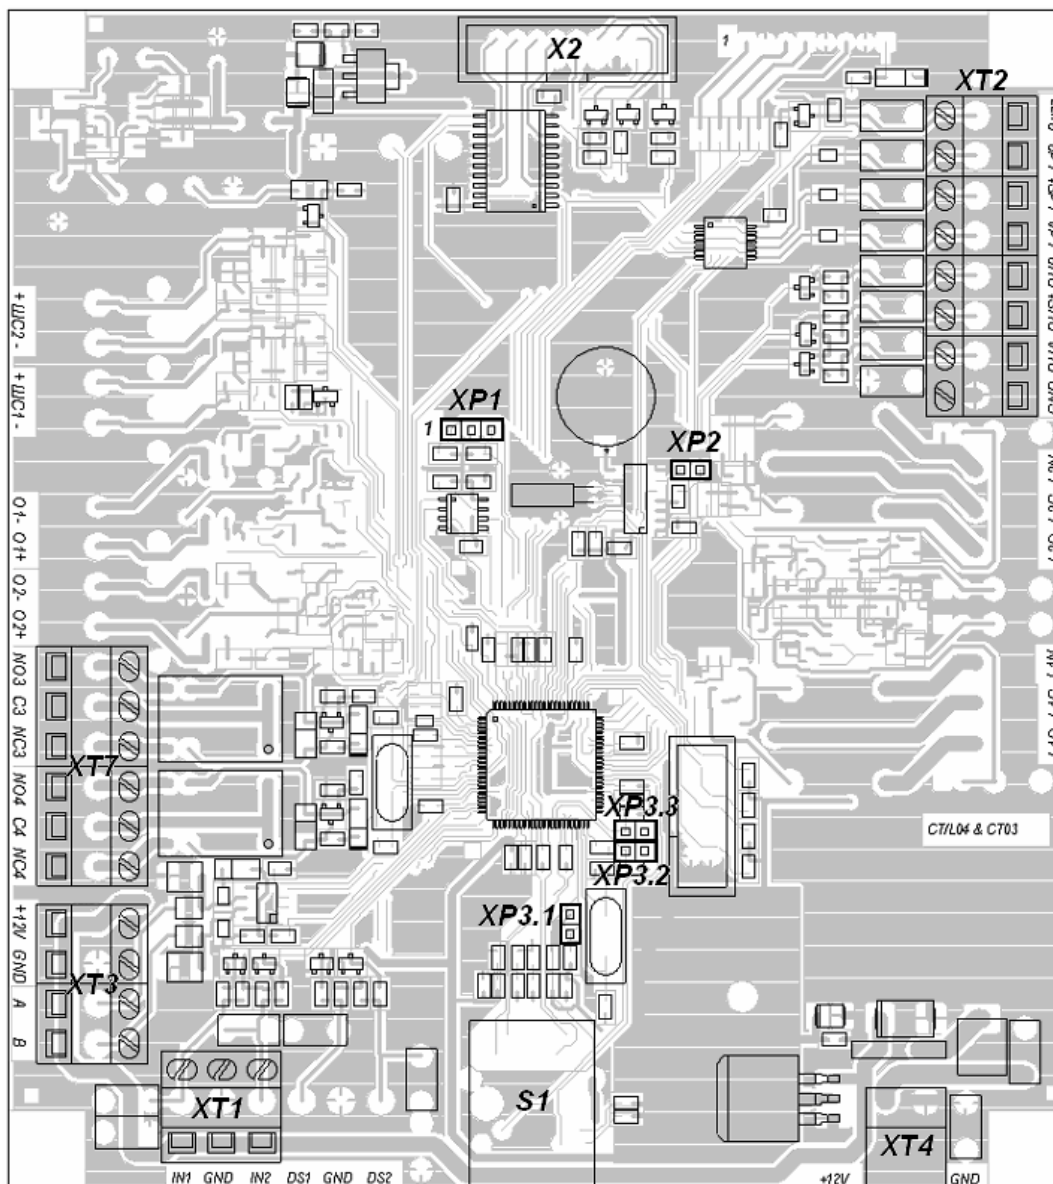

Рисунок 3 – Внешний вид платы контроллера *PERCo-CT03*
5.2.4 Пульт управления выполнен в виде небольшого настольного прибора в корпусе из ударопрочного АБС пластика и предназначен для задания и индикации режимов работы при ручном управлении ЭП. Пульт управления подключается к плате *PERCo-CT03* гибким многожильным кабелем (17) через клеммную колодку "XT2" (см. рисунок 3).
На лицевой панели пульта управления расположены три кнопки для задания режимов работы ЭП. Над кнопками расположены индикаторы. *Средняя* кнопка *DUST* (далее – кнопка "Запрет прохода") предназначена для переключения ЭП в режим "Запрет прохода". *Левая* и *правая* кнопки (далее – кнопки "Разрешение прохода") предназначены для разблокировки ЭП в выбранном направлении. Изменить ориентацию пульта управления относительно установки стойки ЭП (если на месте установки стойка обращена к оператору не лицевой, а тыльной стороной) можно, поменяв местами провода от пульта управления, подключаемые на контакты *DUA* и *DUB*, а также *Led A* и *Led B* соответственно (рисунок 3 и рисунок А.1 Приложения А).
5.2.5 На плате контроллера *PERCo-CT03* (рисунок 3) расположены:
5.3.2 Подключение указанных в п. 5.3.1 автономных устройств производится с помощью кабелей (10) и (12) к соответствующим клеммным колодкам «XT2» и «XT4» платы *PERCo-CT03* (рисунок 3) в соответствии со схемой подключения (рисунок А.1 Приложения А).